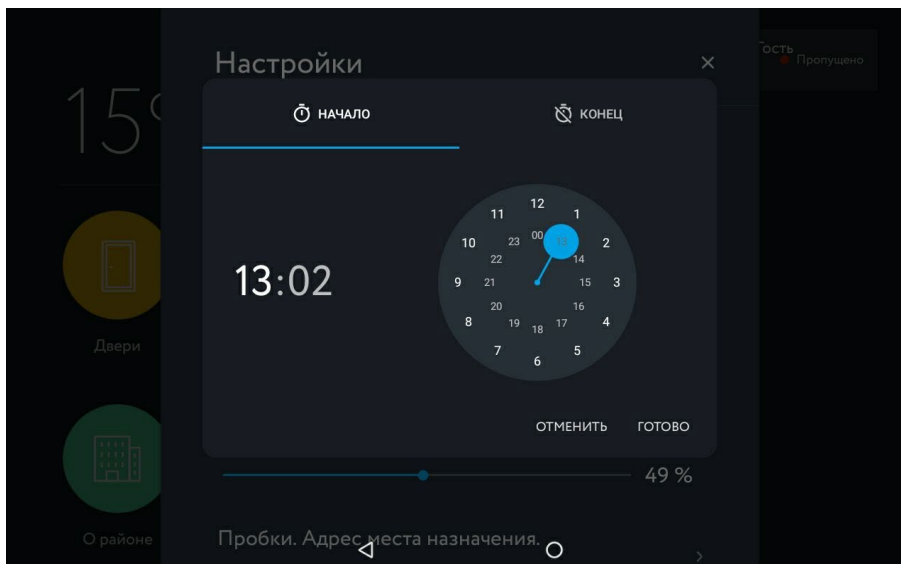

Рисунок 14 – «Режим не беспокоить»
2. Режим «Не беспокоить» - позволяет включить/выключить и настроить период времени ограничивающий прием вызовов (Рисунок 14).